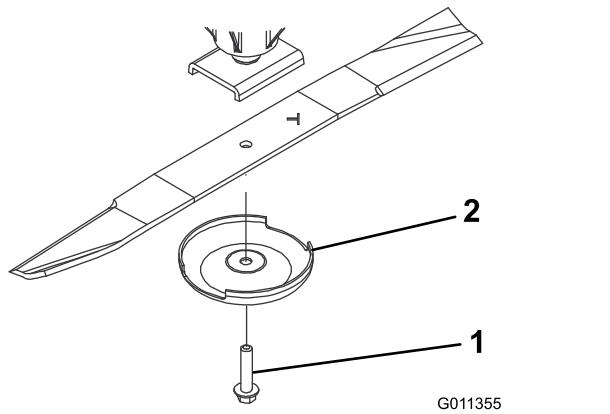

Bild 66
3. Entfernen Sie die Messerschraube, die Antiskalpiercuppe und das Messer von der Spindelwelle (Bild 66).